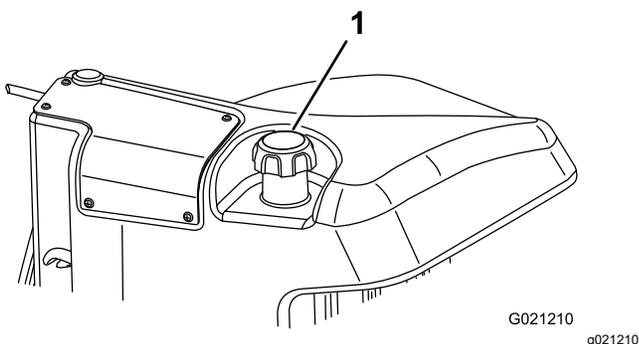

Figura 49
3. Togliete il tappo dal serbatoio carburante (Figura 49).